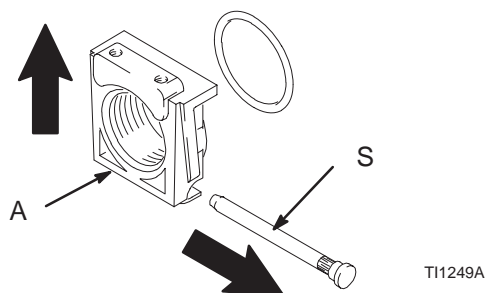

Fig. 1
Para abrir el inserto del orificio de la tubería (A), retire el pasador del inserto (S) y tire de éste hacia arriba en dirección contraria al orificio del pasador. Instale un nuevo inserto y vuelva a introducir el pasador. Fig.1.